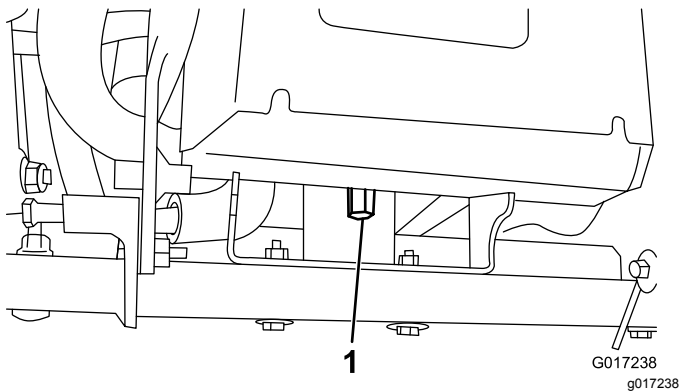

図 10
4. バッテリーのベースの後部をマシンのフレームに固定している背の高いナットを外す 図 10。